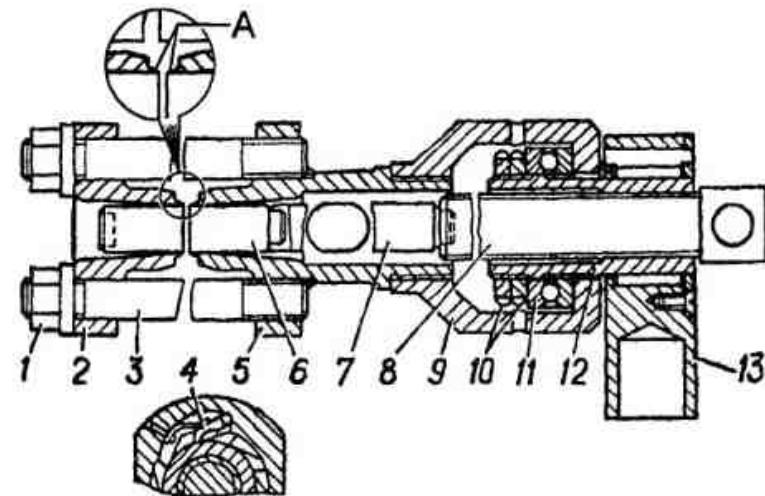

Рис. 5.3. Приспособление для выпрессовки и запрессовки пальцев с РМШ:
Приспособление для выпрессовки и запрессовки пальцев с РМШ состоит из фланца 5 (рис. 5.3) и опоры 2, соединённых стяжками 3 с гайками 1. На фланце монтируется стакан 9, в котором на упорном подшипнике 11 установлена винтовая пара — винт 8 и гайка 12, закреплённые двумя гайками 10. Для приведения во вращение на гайке 12 смонтирован вороток 13 с храповым механизмом 4 и отверстием для лома. На фланце и опоре приспособления имеются конусные выступы «А», которыми они входят в фаски на торцах крайних проушин звена для обеспечения центровки. В комплект приспособления входят две скалки — длинная (195 мм) с контрольной риской и короткая (160 мм), а также чехол для хранения приспособления.
2. Установить фланец 5 со стяжками 3 и опору 2 (см. рис. 5.3) на гусенице, навернуть гайки 1 стяжек и затянуть их до соприкосновения внутренних торцов крайних проушин с наружными торцами внутренних проушин.